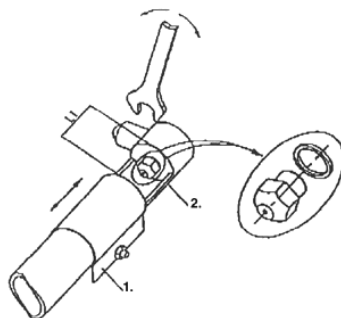

Abb. 5
- Öffnen Sie die Luftzufuhr so weit wie möglich durch verschieben des Einstellringes (**Abb. 5 Pos. 1**).
- Schrauben Sie die Einspritzdüse (**Abb. 5, Pos. 2**) mit einem 10-er Schlüssel heraus.
Wachflamme (Abb. 5)